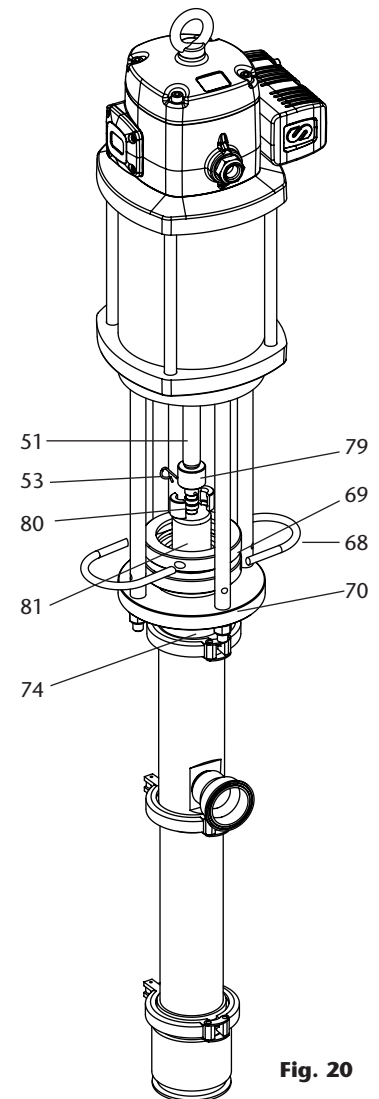

Fig. 20
6. Ahora ya puede ensamblar todo el conjunto al motor. Con cuidado introduzca el casquillo porta-juntas (74) dentro de la brida de montaje (70). Emplace los anillos de cierre (69) y fije todo el conjunto con los muelles (68) (fig. 20).
7. Finalmente, empuje el conjunto vástago (81) y el vástago motor (51) hasta que se toquen, introduzca el acople (80) en sus respectivas ranuras. Retire el pasador muelle (53), desplace la cubierta (79) sobre los acoples e inserte el pasador muelle (53).